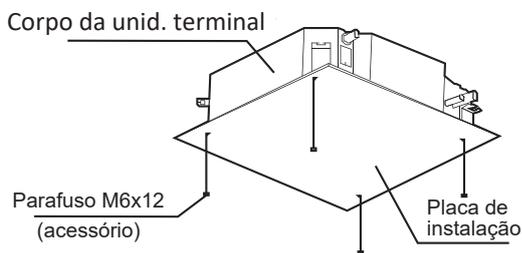

Figura 3.8
2. Depois de içar e montar a unidade, use parafusos M6x12 (parafusos de instalação acessórios para o painel) para afixar o gabarito de instalação (acessório) no corpo da unidade. Certifique-se de verificar o tamanho e as posições da abertura no teto antes de fazer isso. Consulte a Figura 3.8.